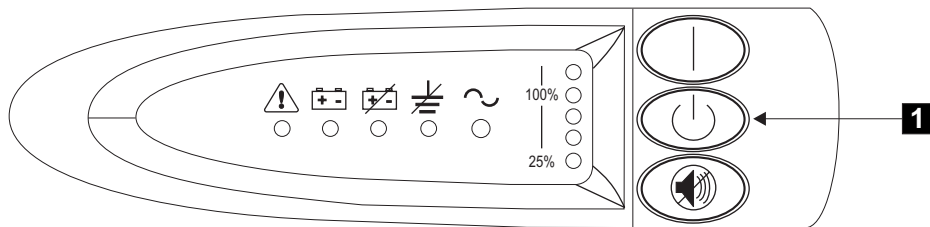

図 306. 2145 無停電電源装置 のフロント・パネル・アセンブリ
1. 2145 無停電電源装置 の前面で、オフ・ボタン (図 306 の **1**) を、約 5 秒間または長いピープ音が停止するまで押し続けます。